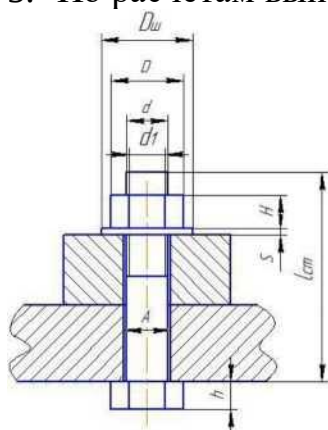

Рисунок 1 - Упрощенное соединение болтом
Для выполнения соединений резьбой необходимо знать несколько исходных данных: d - диаметр стержня, P - шаг резьбы, n - толщина одной детали, m - толщина второй детали. Остальные размеры находятся по условным соотношениям (смотри рисунок 1):
5. По расчетам выполняем упрощенное соединение болтом (смотри рисунок 1)